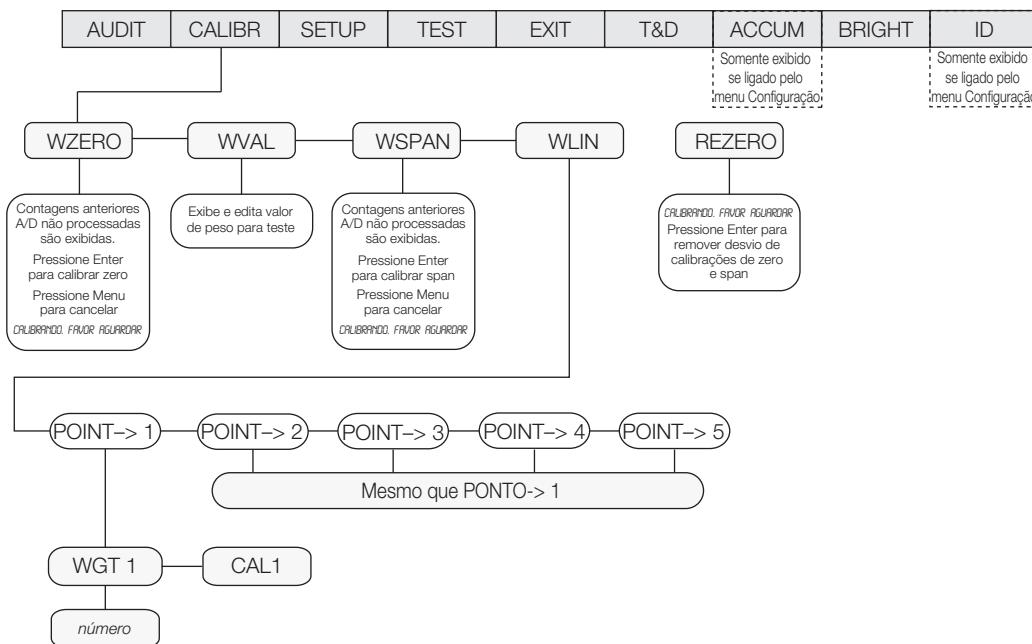

Figura 4-1. Menu Calibração (CALIBR)
A calibração pode ser realizada em dois lugares dentro do menu: o menu CALIBR mostrado na Figura 3-5 é uma calibração e configuração mais profunda da balança. Uma calibração de “acesso rápido” é exibida na Figura 4.1 na página 17.
A calibração pode ser realizada em dois lugares dentro do menu: o manu **CALIBR** mostrado na Figura 4-1 e o submenu **BALANÇA** mostrado na Figura 3-5 na página 11. O menu **CALIBR** é uma calibração de "acesso rápido"; para configuração e calibração mais profunda da balança, utilize os menus encontrados sob **SETUP»CONFIG»BALANÇA**.
1. Pressione o botão **MENU**, então pressione **▷** até o display ler **CALIBR** (veja Figura 4-1).